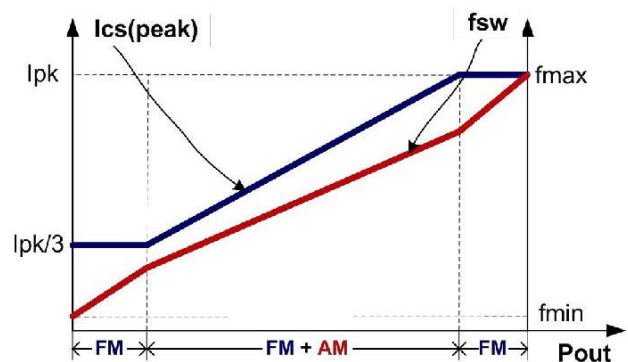

图 4
如图 4 所示，为了满足严苛的平均效率和待机功耗要求，FS6210 采用了调幅控制 (AM) 和调频控制 (FM) 结合的多模式控制技术。